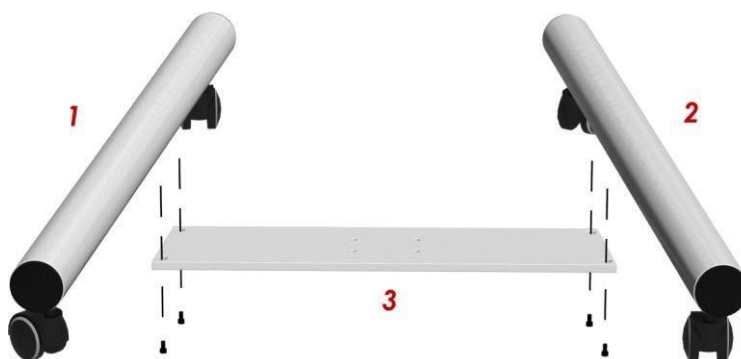

Abb. 13
- ✓ Als erstes wird der Wagen **(A)** zusammengebaut, indem die beiden Rohre "1" und "2" mit vier Schrauben 8x20 auf dem Sockel "3" befestigt werden (siehe Abb. 13).